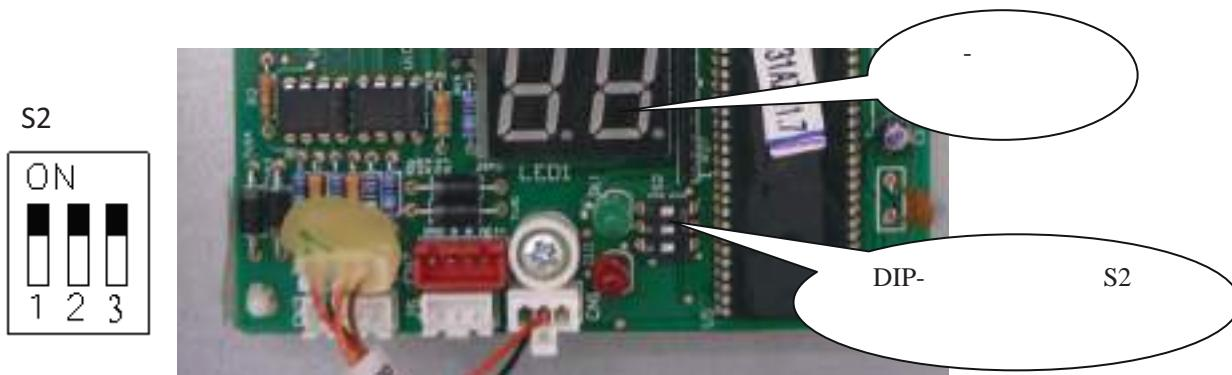

Рис. 7.11
7.3.6.1 После подключения платы необходимо выставить адрес платы. Выставление адреса производить на DIP-переключателе S2 (рис.7.11).